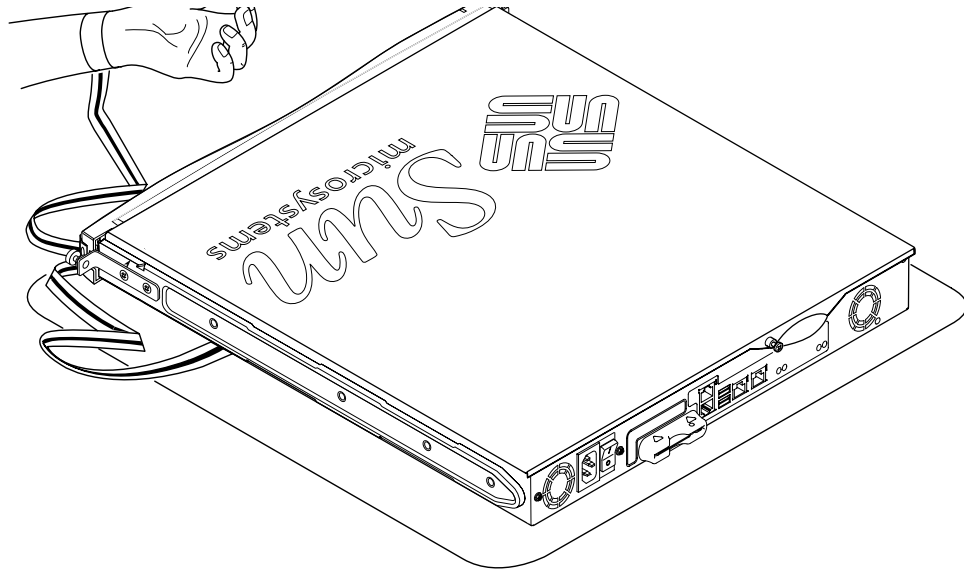

図 8-2 サーバーに付属している使い捨ての静電気防止用リストストラップ
**注意** - サーバー本体には、きわめて静電気に弱い電子部品が含まれています。金属部分に触れないでください。サーバー本体は、アースされている静電気防止 (ESD) マット上に置いてください (図 8-2 を参照)。本体内部の部品を取り扱う前に、サーバーに付属している使い捨ての静電気防止用リストストラップを手首に巻き、もう一方の端を本体底部の金属部分に貼り付けてください。
1. ESD マット上に本体を置き、静電気防止用リストストラップを接続します (図 8-2 を参照)。